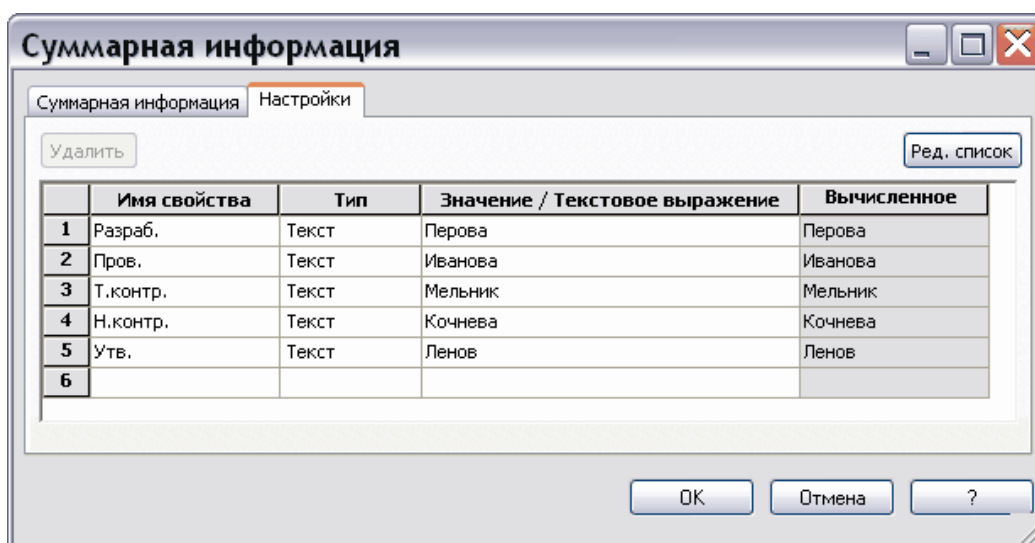

Рис. 61
4. Введите необходимые свойства документа, их типы и значения, например, показанные на Рис. 61. В столбце **Имя свойства** не должно быть имён **Наименование**, **Обозначение**, **Литера**, **Метка** и **Тип**, так как они уже зарезервированы БД PSS.
При изменении значения свойства документа в окне **Суммарная информация** (Рис. 61) текст заметки основной надписи автоматически изменится.